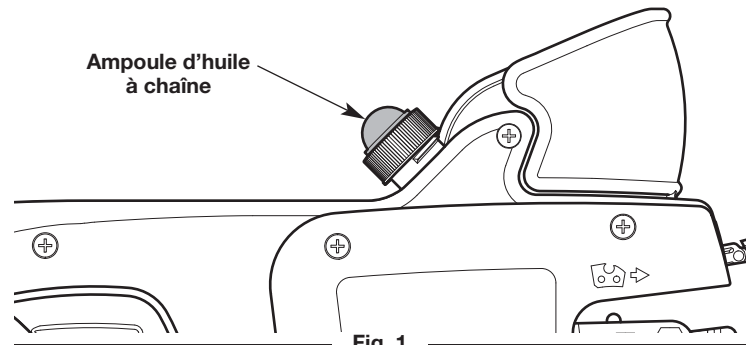

Fig. 1
3. Appuyer sur l'ampoule d'huile à chaîne pour huiler la barre de guidage et la tronçonneuse (Fig. 1).